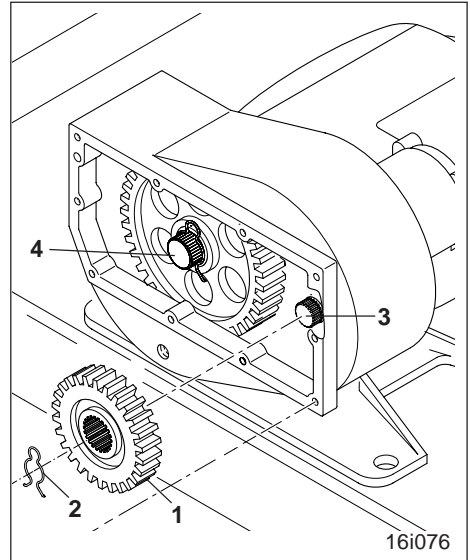

Fig. 9.8
- Die Zahnräder (Fig. 9.8/1) sind mit Halterungsfedern (Fig. 9.8/2) auf den Wellenenden gegen axiale Verschiebung gesichert. Halterungsfedern (Fig. 9.8/2) entfernen. Zahnräder von den Wellenenden der Antriebswelle (Fig. 9.8/3) und der Nebenwelle (Fig. 9.8/4) abziehen. Zahnräder im Getriebe anhand der Drehzahltable (Fig. 9.6) untereinander austauschen oder durch einen anderen Zahnradsatz ersetzen.
- Halterungsfedern (Fig. 9.8/2) an beiden Wellen montieren.